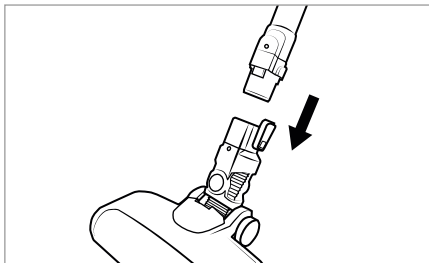

Bild 2
- 2) Sätt dammsugarröret **23** på golvborsten **21** och tryck in det tills det klickar fast (se bild 2).